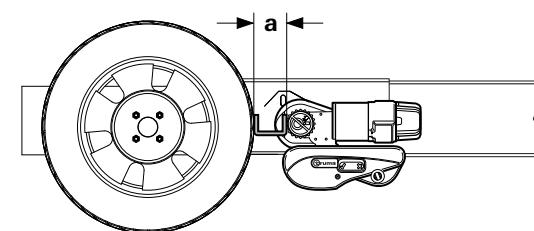

Fig. 34
- Indstil den korrekte afstand (Fig. 34-a) mellem dæk og drivrulle ved at flytte drivenhederne på langs med den medleverede afstandsplade. Det flytbare forbindelsesrør muliggør tilpasningen til rammebredden. Her skal campingvognens vægt hvile på hjulene.